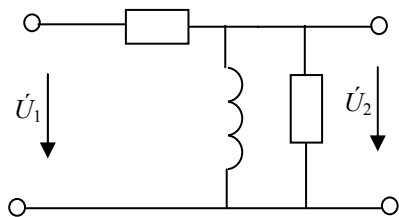

Рис. 4.7
4.1.10. Найти аналитические выражения и изобразить (качественно) АЧХ и ФЧХ комплексного коэффициента передачи по напряжению цепей, изображенных на рис. 4.7.